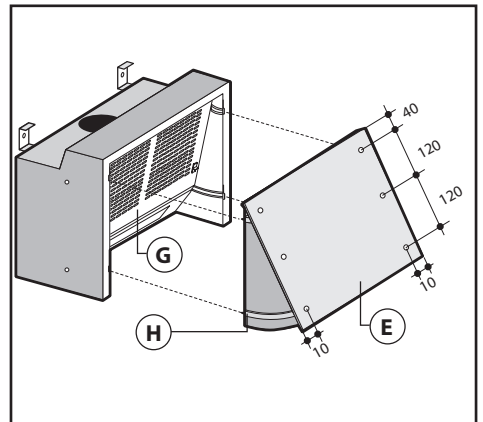

Fig.7
Estrarre lo sportello (E) rimuovendo la griglia (G) e tirando contemporaneamente gli appositi fermi a molla (H) Fig.7.
Fissare lo sportello al pannello frontale tramite le viti alle quote indicate in Fig.7.
Con questo tipo d'installazione l'apparecchio scarica i vapori all'esterno attraverso una parete perimetrale o canalizzazione esistente. È necessario a tal scopo acquistare, un tubo murale telescopico, del tipo previsto dalle vigenti normative non infiammabile e collegarlo alla flangia B in dotazione (Fig.7).